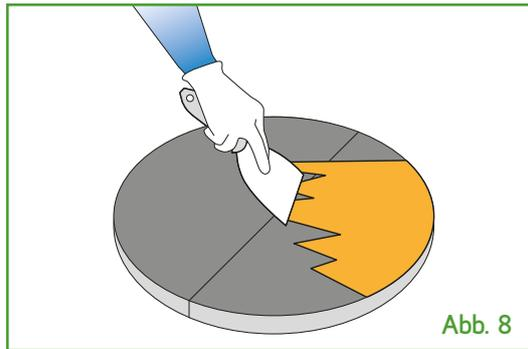

Abb. 8
- Isoliermaterial ohne Klebebeschichtung: Matiblock-Kleber sowohl auf das Isoliermaterial als auch auf die Metallfläche auftragen (siehe Paragraph Richtige Benutzung des Matiblock-Klebers) (**Abb. 8, 9**).